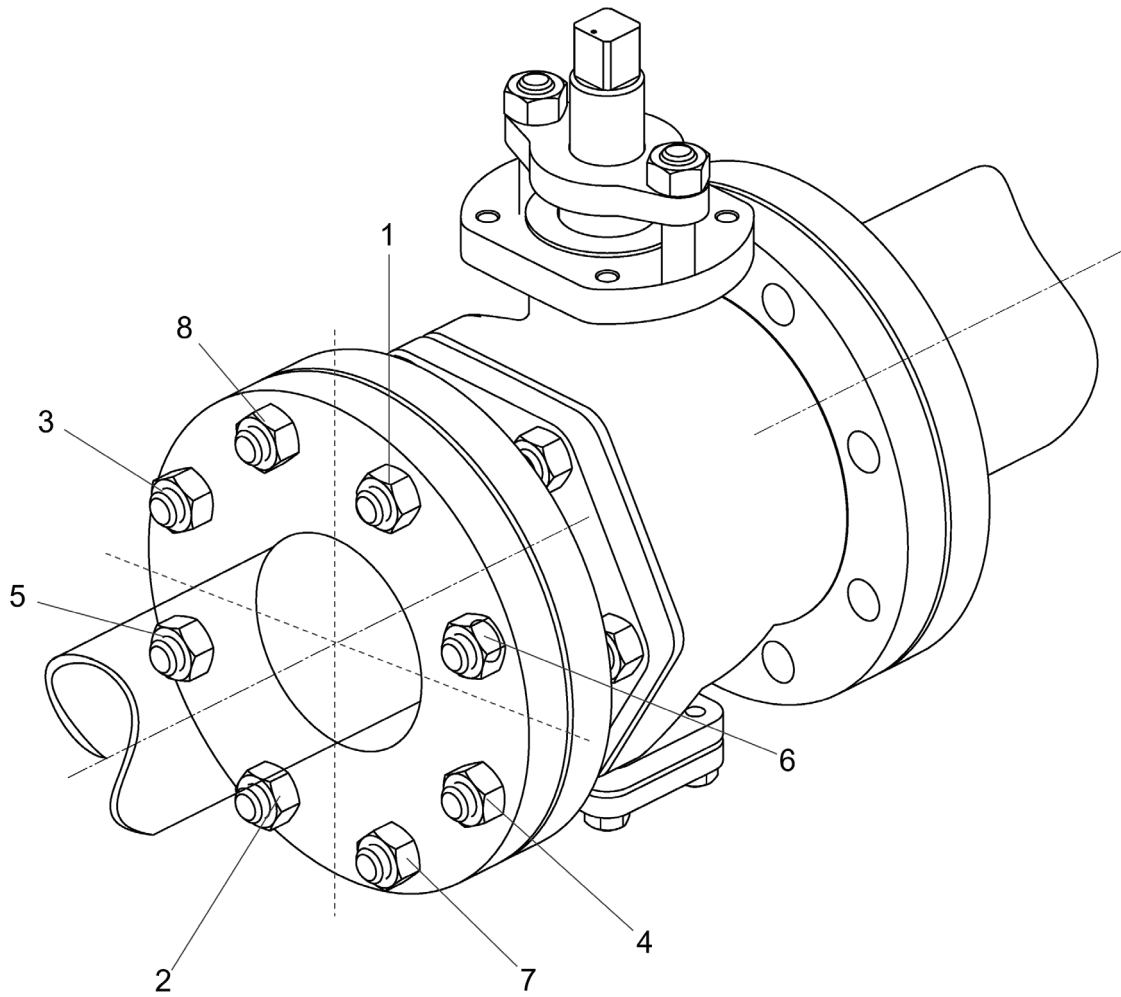

图 5. 拧紧螺栓顺序
4. 使用封闭式扳手，通过“十字法”拧紧法兰螺栓，即相隔 180 度交替拧紧螺栓。紧固不均会给内衬管造成压力，可能会损坏法兰或产生过大的操作扭矩（见图 5）。